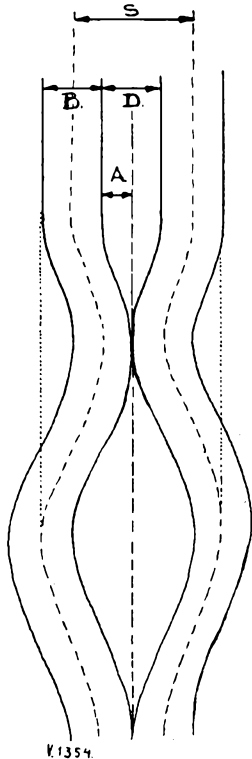

Fig. 4
3. De energie, welke nodig zou zijn, om een snijnaald met een uitwijkings-amplitude $A = 50 \mu$ met een frequentie van bijv. 5 kHz in een plaat heen en weer te bewegen, is ontoelaatbaar groot. (zie fig. 4).